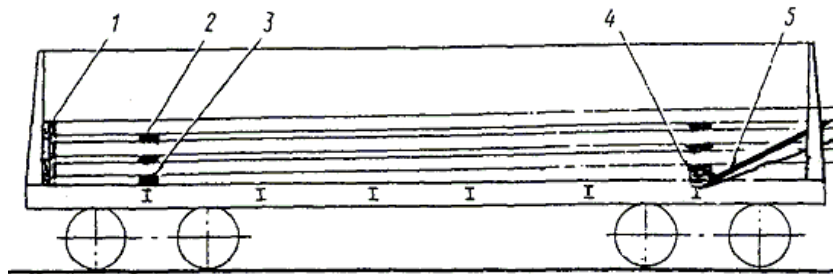

Рисунок 38
3.1.3. Рельсы длиной свыше 11800 мм до 12500 мм включительно с болтовыми отверстиями размещают в полувагоне с одной открытой торцевой дверью (рисунок 38). На шкворневые балки полувагона укладывают две подкладки длиной по ширине полувагона, при этом подкладка со стороны закрытой торцевой двери должна иметь сечение не менее 40х100 мм, а со стороны открытой – 100х150 мм.